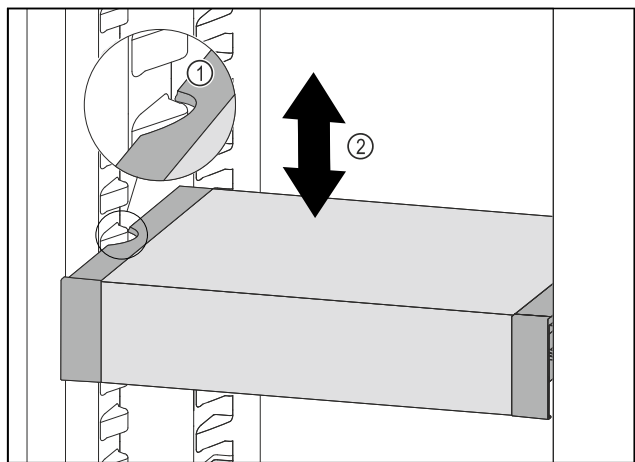

Fig. 145
- 向前移动 VarioSafe，直到 VarioSafe 两侧的凹槽与冷藏区中的容器肋梁持平。Fig. 145 (1)
- 在冷藏区中向上或向下移动 VarioSafe，直至所需高度。Fig. 145 (2)